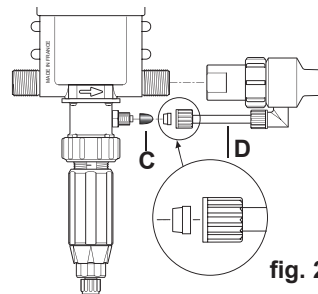

fig. 2
Para os modelos de Injecção Externa (IE) que permitem trabalhar com determinados concentrados corrosivos, o Dosatron também vem equipado com uma vara de injeção externa (Fig. 2-D).
ATENÇÃO! Deixar o filtro a cerca de 10 cm [4"] do fundo do recipiente contendo a solução de modo a evitar a aspiração de partículas não solúveis que podem danificar o corpo doseador (Fig. 2).